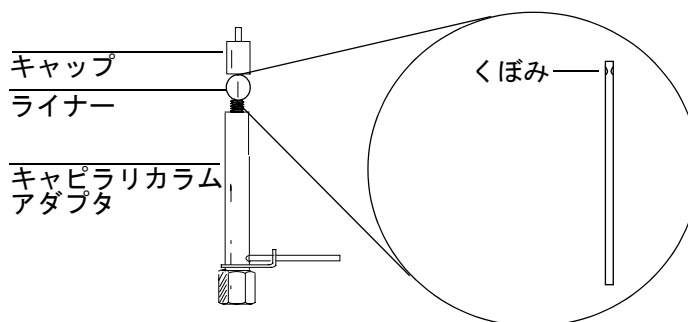

図 34. μECD アダプタ
2. ライナーをチェックします。壊れている場合は交換し、キャップを取り付けます。くぼみがアダプタのキャップの端に来るようにします (図 34 を参照)。